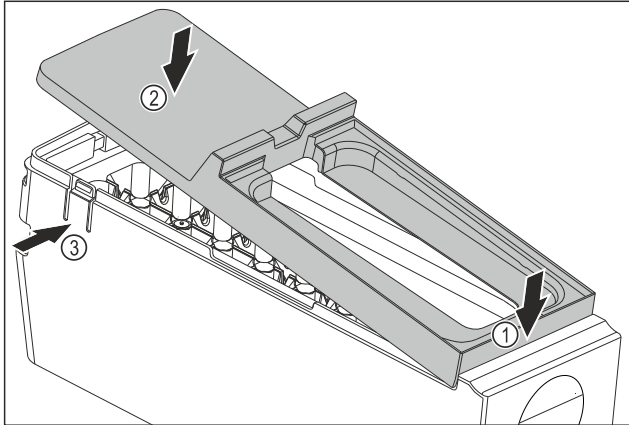

Fig. 148
- ▶ Abdeckung des EasyTwist-Ice-Korpus montieren: Abdeckung vorne ansetzen. Fig. 148 (1)
- ▶ Abdeckung hinten absenken. Fig. 148 (2)
- ▶ Abdeckung rastet hörbar in beiden Laschen Fig. 148 (3) ein.